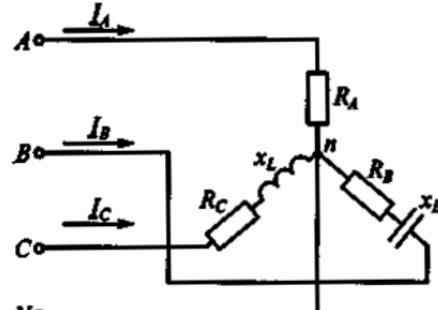

Рис. 133
3.111.Р. Активная мощность потребителя на рис. 133 $P = 4950 \text{ Вт}$, линейное напряжение сети $U_n = 380 \text{ В}$, токи $I_A = 10 \text{ А}$, $I_B = 5 \text{ А}$, а коэффициенты мощности фаз соответственно $\cos\phi_A = 1$, $\cos\phi_B = 0,5$, $\cos\phi_C = 0,5$. Каковы ток I_C , сопротивления R_C , x_L и реактивная мощность Q потребителя? (Указать неправильный ответ.)
3.114. Включая вольтметр между различными точками схемы, изображенной на рис. 133, измерить напряжения и определить, какое из них линейное, а какое — фазное.